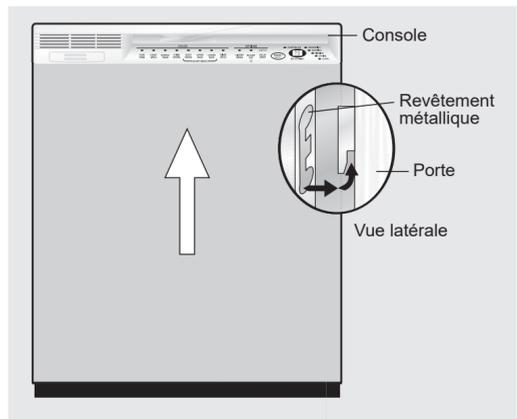

Figure 20
- Lorsque la porte est prête à être remplacée, faites passer les fentes de chaque côté du bord supérieur de la porte par-dessus les languettes du revêtement métallique. Poussez sur les côtés pour vous assurer que la porte est bien à plat. Poussez du bas vers le haut jusqu'à ce qu'il n'y ait plus d'espace entre la porte et la console. **Voir Figure 20.**